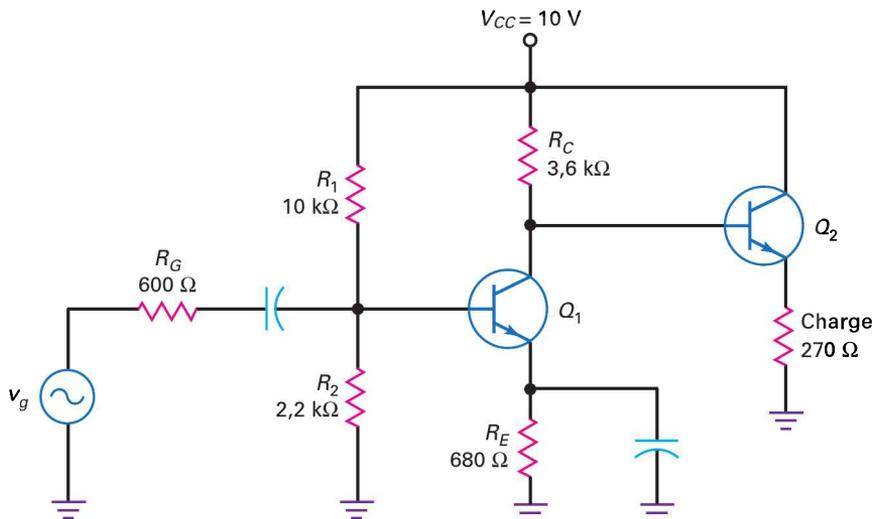

Figure 9.15
Pour illustrer l'action tampon d'un ampli CC, supposons que nous ayons une résistance de charge de $270 \, \Omega$. Si nous essayons de coupler directement la sortie d'un ampli EC à cette résistance, nous risquons de surcharger l'ampli. Pour éviter cela, on peut utiliser un émetteur suiveur entre l'ampli EC et la résistance de charge. On peut avoir un couplage avec capacité ou un **couplage direct** comme c'est le cas à la figure 9.15.
À la figure 9.15, la tension de sortie amplifiée du premier étage est appliquée à l'émetteur suiveur pour traverser la résistance de charge de 270Ω . Sans l'émetteur suiveur, les 270Ω surchargeraient le premier étage, mais avec l'émetteur suiveur, son effet d'impédance est augmenté d'un facteur β . Au lieu d'apparaître comme 270Ω , elle apparaît comme $27 \text{ k}\Omega$ dans les deux circuits équivalents DC et AC.
Quel est le gain en tension de l'étage EC de la figure 9.15 pour un β de 100 ?
9.10 Avez-vous compris ? En reprenant la figure 9.15, trouver le gain en tension de l'étage EC pour un β de 300.